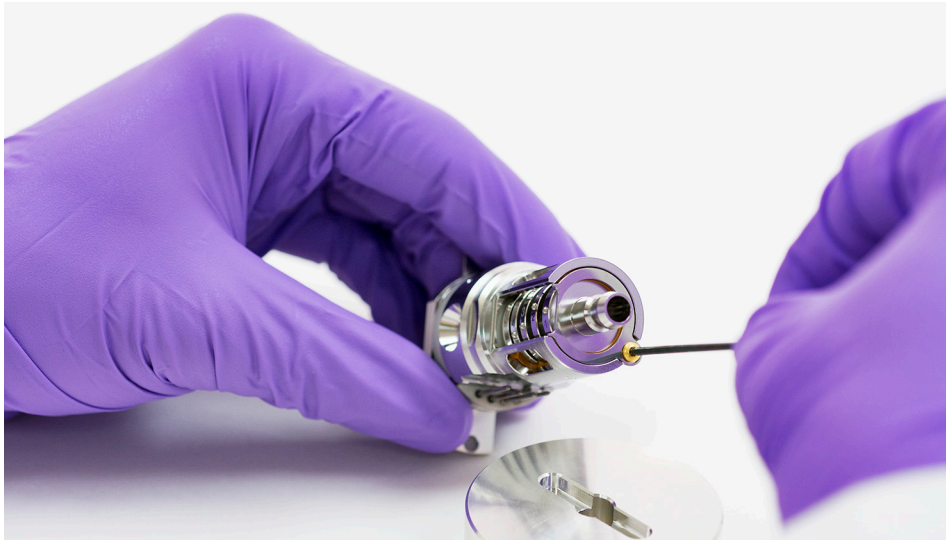

Figura 50 Sujeción del tornillo de las lentes y el aislante con forma de arandela de bloqueo
- 4 Con el destornillador Torx T6, instale y sujete el tornillo de fijación chapado en oro y la arandela de bloqueo aislante de lentes que sostiene el conjunto en su lugar. (Consulte la Figura 50.)